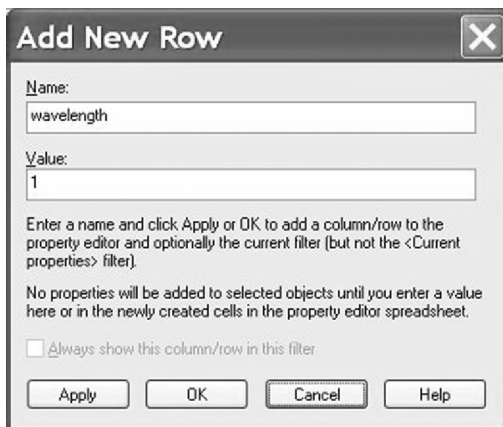

图 17.22 添加新的波长参数,默认值为 1
7. 对波长参数的默认值进行设置。从 special 库中选择 Param 元器件放置于电路中,然后双击打开其属性编辑器。选择 New Row 或者 New Column 将会出现如图 17.22 所示的对话框,在 Name 栏中输入参数名称 wavelength,在 Value 栏中输入参数值 1。